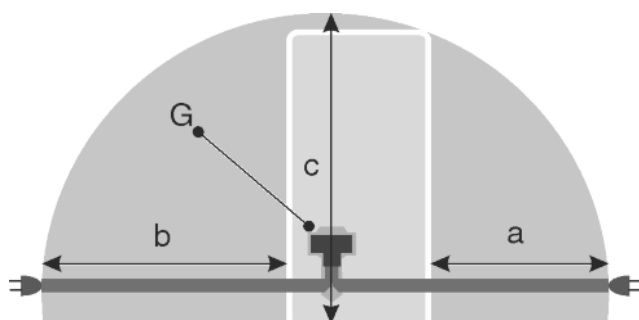

Fig. 21
- Stikdåsen er uden for det område, der dækkes af skabets bagside i det givne område Fig. 21 (a, b, c).
- Sæt skabets stik Fig. 21 (G) i på skabets bagside. Sørg for, at det går rigtig i hak.